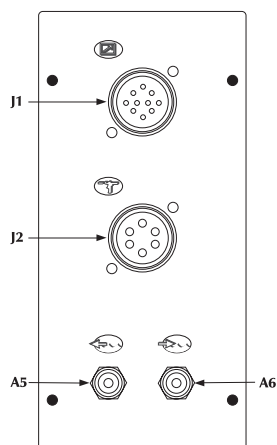
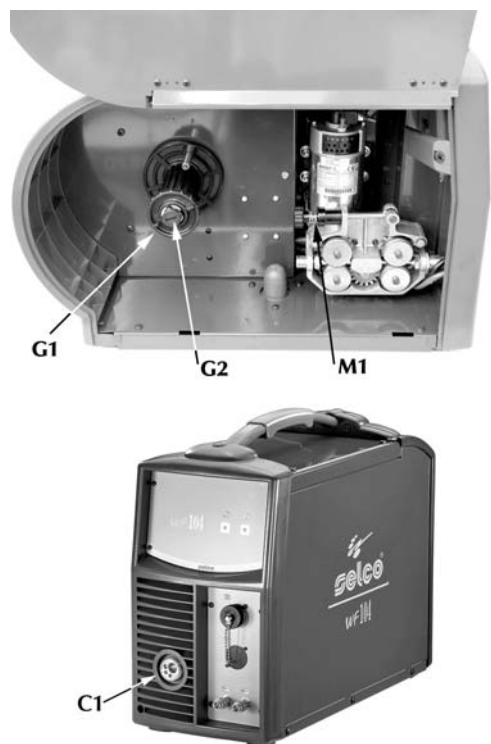

Fig. 8
Fig. 10 Detalles del carro móvil
- Destornillar la abrazadera (G1 fig. 10) de la devanadera portacarrete e insertar el carrete.
Hacer también entrar en el alojamiento el perno metálico de la devanadera, reponer la abrazadera (G1 fig. 18) en posición y calibrar el tornillo de fricción (G2 fig. 10)
- Insertar la antorcha, con la vaina, en la conexión centralizada (C1 fig. 10) atornillando completamente la abrazadera de la misma. Si la antorcha es enfriada con agua, conectar los tubos de impulsión y retorno en las uniones (A5-A6 fig. 8).